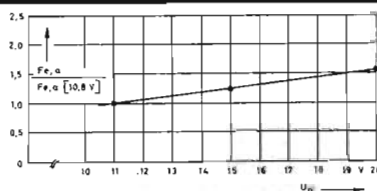

Fig 5. Relativ belastningsfaktor som funktion av matningsspänning med $U_B = 10,8$ V som referens.
Den maximala utbelastningsfaktorn utgör vid varje matningsspänning $F_{an\ out} = 25$. Vid användning av olika matningsspänningar inom ett logiskt kopplat system erhåller man en relativ belastningsfaktor i förhållande till belastningsfaktorn vid $U_B = 10,8$ V och $T_u = 0^\circ$ C till 75° C. ($F_e =$ belastningsfaktorn vid ingången, $F_a =$ belastningsfaktorn vid utgången). Se *fig 5*.
② Kärna med bygel: Efter det anslutningstrådarna har klippts av klipps även bygeln av nära kärnan, så att lödändarna sitter kvar i plattan enligt *fig 5 a* och *b*. Vid insättning av den nya transformatorn kan den gamla bygeln användas, men bättre är att ta den nya och nypa av den i lämplig längd. Fortenna lödändarna först och löd enligt *fig 5 c* och *d*.